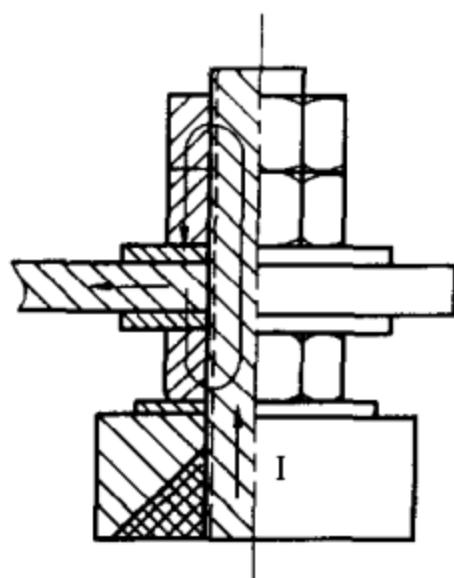
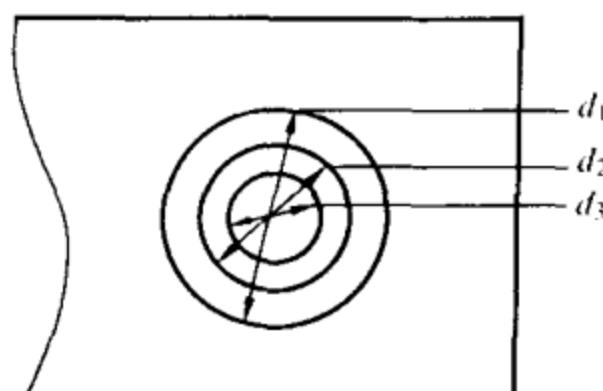

图 1-52 低压套管接线示意图
图 1-53 线夹和垫圈接触面示意图
1) 铜铝过渡线夹：接线端紧固件情况如图1-52所示。从低压电流通过的途径看，上下垫圈与线夹的实际接触面是很重要的。若以A代表接触面积(见图1-53)，则